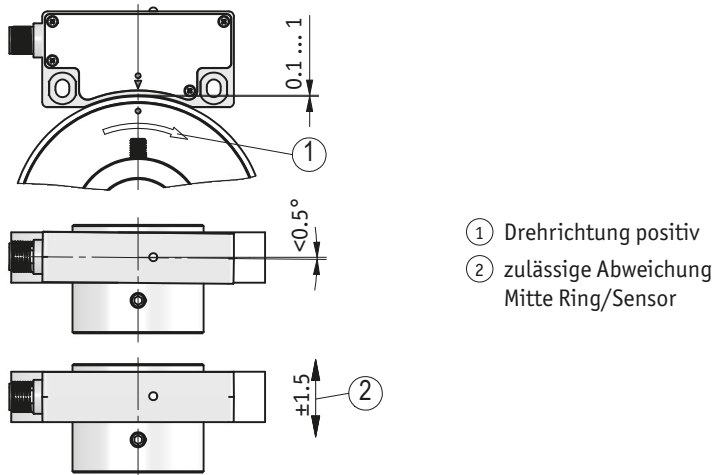

Abb. 1: Montagetoleranzen mit MRAC506
- ▶ Auf richtige Ausrichtung des Magnetsensors achten, damit die optimale Abtastung gewährleistet ist (siehe **Abb. 1**).
2. Die Lage des Sensors zum Magnetring ist genau definiert. Bei der Montage ist insbesondere zu beachten, dass über die gesamte Messstrecke zwischen Ring und Sensor ein Luftspalt eingehalten wird, unabhängig ob der Ring oder der Sensor bewegt wird (siehe **Abb. 1**). Als Montagehilfe kann die beiliegende Abstandslehre verwendet werden.